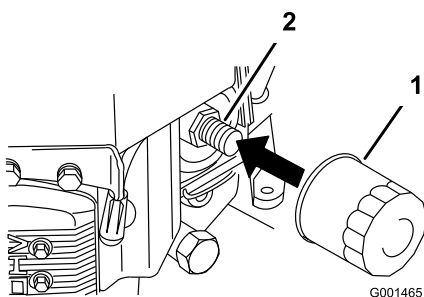

Figure 25
- Retirez le filtre usagé (Figure 25).
- Appliquez une fine couche d'huile neuve sur le joint en caoutchouc du filtre de rechange (Figure 25).
- Posez le filtre à huile de rechange sur l'adaptateur, tournez le filtre dans le sens horaire jusqu'à ce que le joint en caoutchouc touche l'adaptateur, puis serrez le filtre de 3/4 de tour supplémentaire (Figure 25).